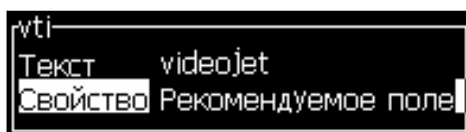

Рисунок 5-26: Атрибут-добавление изменяемого поля
- 4 Нажмите кнопку “Enter” (ввод) для открытия диалогового окна конфигурации текстовых пользовательских полей (Рисунок 5-26).